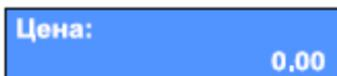

Рисунок 16 – Поле «ЦЕНА»
- Нажмите кнопку для перехода к полю «ЦЕНА» (рисунок 16);